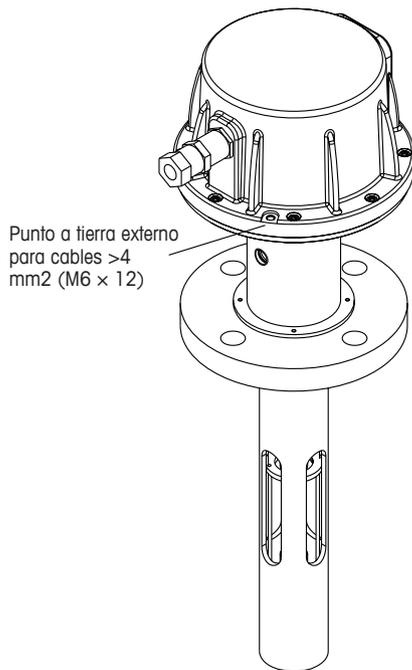

Figura 48 Punto de conexión a tierra externo. En la imagen se muestra una adaptación del proceso con sensor estándar (SP).
- El GPro 500 se debe conectar a un sistema de conexión a tierra de protección externa a través de uno de los tornillos de la tapa del cabezal del sensor (consulte la Figura 48 en la página 88).